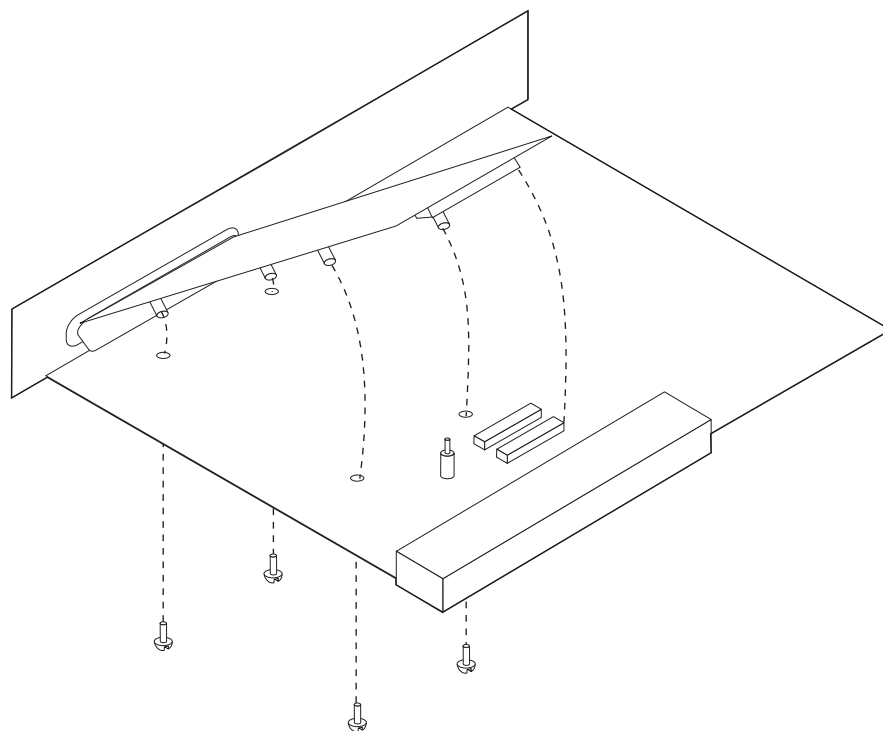

Figura 2-3. Instalación de un adaptador PMC en una tarjeta del sistema estándar
- a. Extraiga los tornillos que conectan el adaptador PMC a los espaciadores PMC. (Consulte la Figura 2-3.)